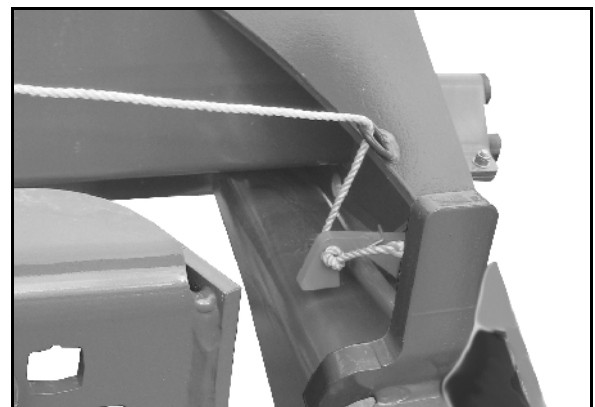

Fig. 28
- Fig. 28 - venstre maskinside